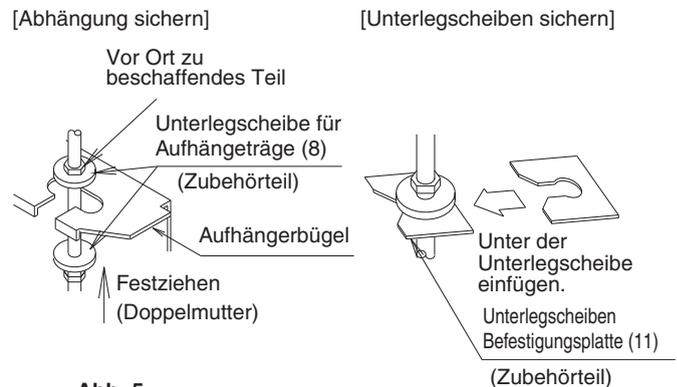

Abb. 5
(1) Installieren Sie die Inneneinheit provisorisch
- Befestigen Sie den Hängebock an dem Aufhängungsbolzen. Achten sie auf eine sichere Befestigung und verwenden Sie dazu eine Schraubenmutter und Unterlegscheibe von der Ober- und Unterseite des Hängebocks. **(Siehe Abb. 5)**